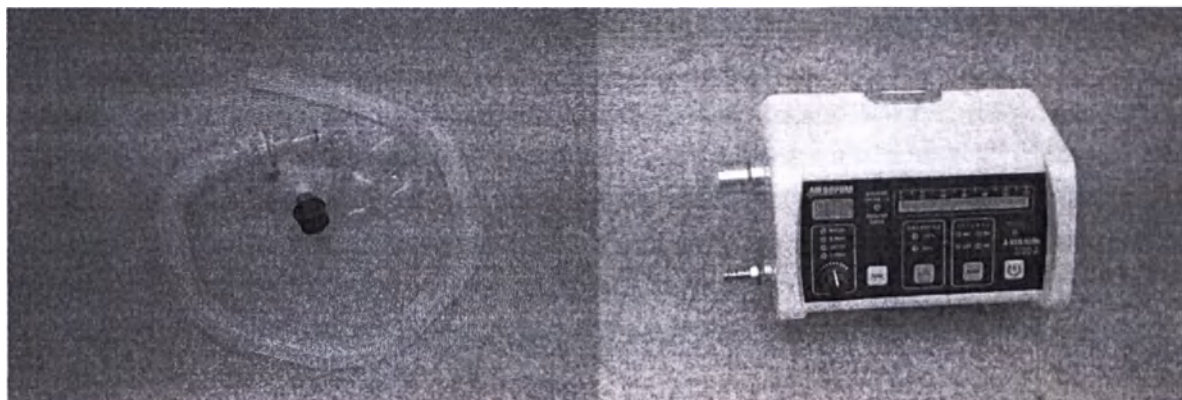

Рис.3
4.6. К выходному штуцеру присоединяется дыхательный шланг с нереверсивным клапаном и лицевой маской (рис.3)